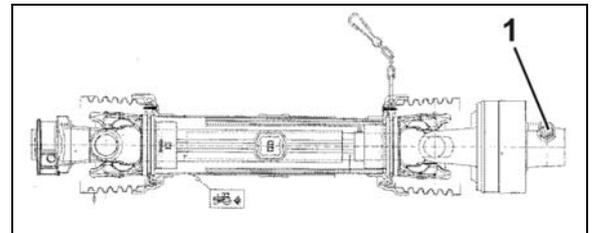

Fig. 24
1. Branchez l'arbre à cardan sur l'arbre d'entrée de la boîte et vissez-le (Fig. 24/1).